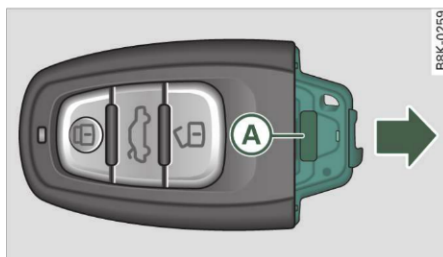

Fig. 21 Cheia cu telecomandă: Demontarea suportului bateriei
- Apăsați tasta de deblocare (A) ⇒ fig. 21 de pe suportul bateriei și trageți concomitent suportul bateriei din cheia cu telecomandă, în sensul indicat de săgeată.